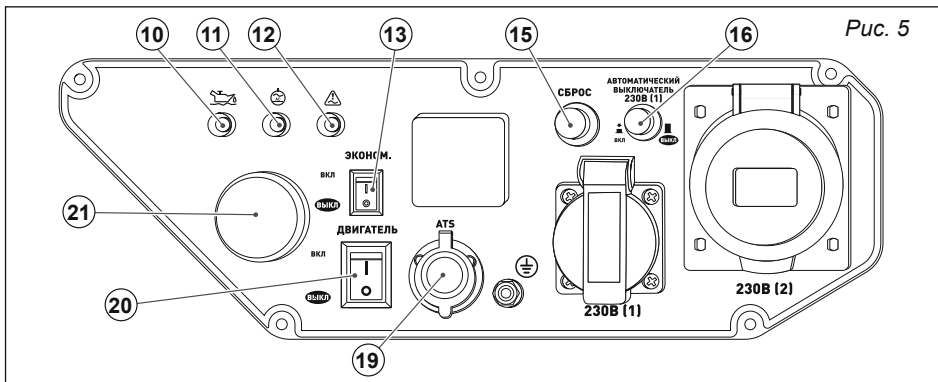

Рис. 5
#### Главный выключатель двигателя (рис. 5, поз. 20)
#### Кнопка запуска двигателя START/STOP (рис. 5, поз. 21)
**Переключатель режима работы «ЭКОНОМ» (рис. 5, поз. 13)**
**Автоматический выключатель 230В/16А (рис. 5, поз. 16)**
**Порт ATS (рис. 5, поз. 19)**
**Кнопка «СБРОС» (рис. 5, поз. 15)**
**Индикатор низкого уровня масла (рис. 5, поз. 10)**
**Индикатор перегрузки (рис. 5, поз. 11)**
**Индикатор сети (рис. 5, поз. 12)**